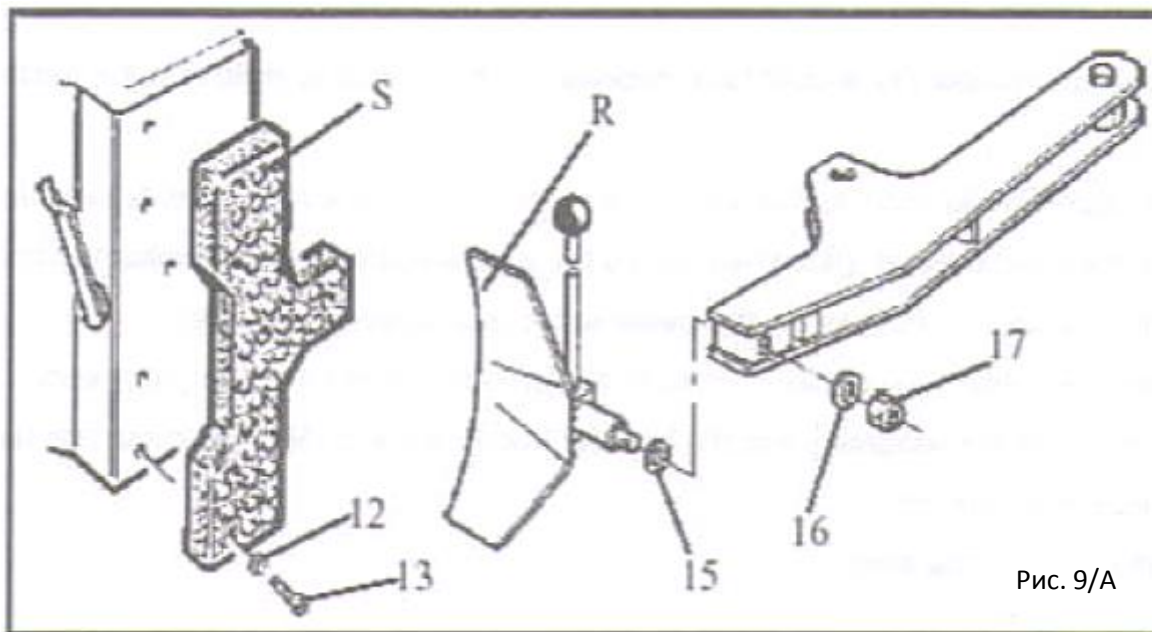

Рис. 9/А
Затяните винт и шайбу (10), чтобы зафиксировать пластиковую крышку, как показано на рис. 9.
Закрепите резиновую опору под колесо (S) с помощью шайб (12) и винтов (13), как показано на рис. 9/A.